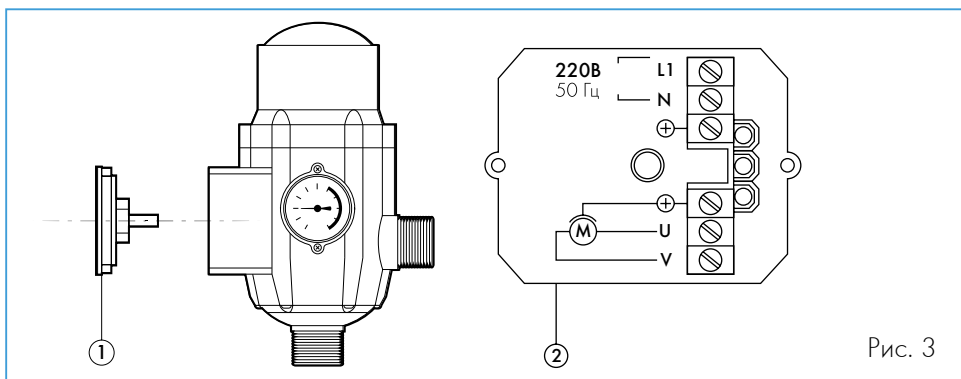

Рис. 3
**4.2.** Для электрического подсоединения придерживайтесь схемы, приведенной на кожухе монтажной платы или на рис. 3. При использовании блока автоматики с трехфазным или однофазным